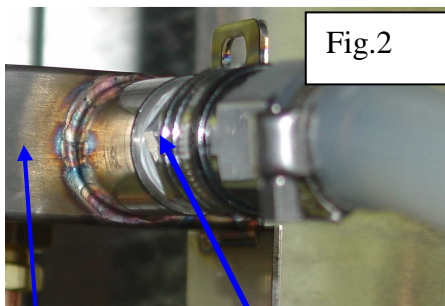

Fig.2
- 3) Vérifier le bon raccordement du coupleur à la nourrice. (fig.2) (la nourrice se situe en haut à gauche au dessus de la pompe.)